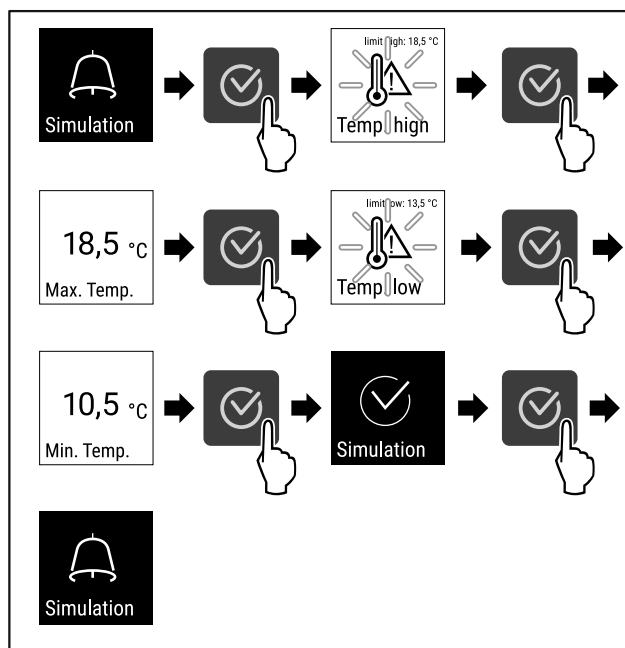

Fig. 109
- ▶ Wykonać czynności (patrz Fig. 109).